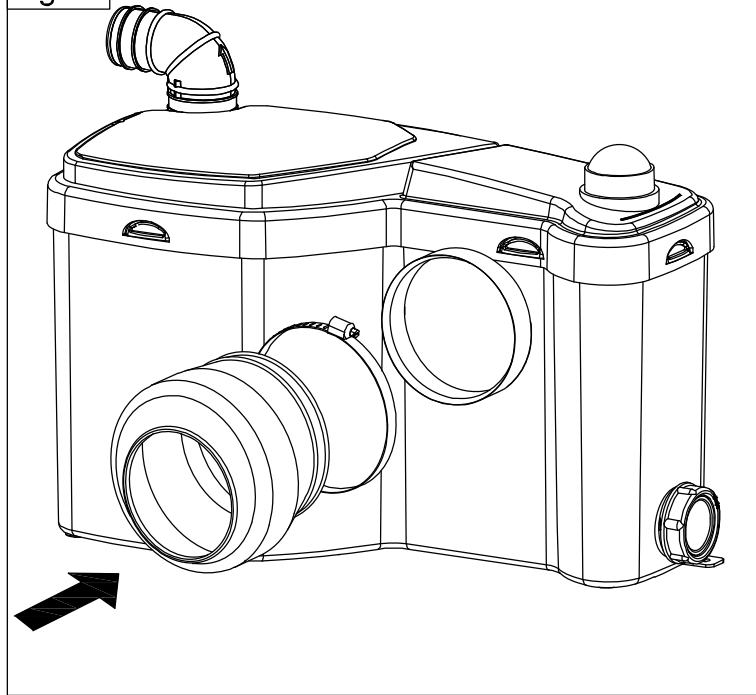

Fig. 10
- Fissare i dispositivi di fissaggio (F) con viti (G) nel dispositivo fig. 10.